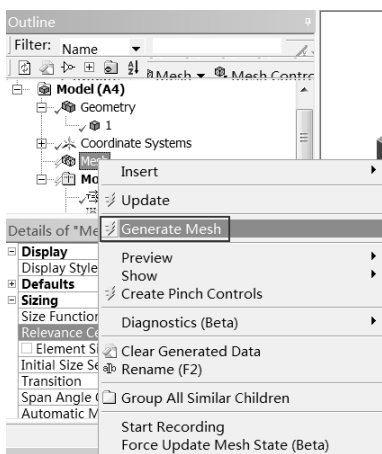
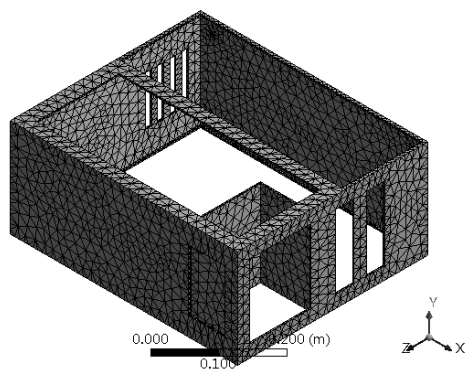

图 6-16 生成网格
图 6-17 网格效果
Step2 :在 Outline (分析树)中的 Mesh 选项上右击,在弹出的快捷菜单中选择 Generate Mesh 命令,如图 6-16 所示,此时会弹出进度显示条,表示网格正在划分,当网格划分完成后,进度条自动消失。最终的网格效果如图 6-17 所示。